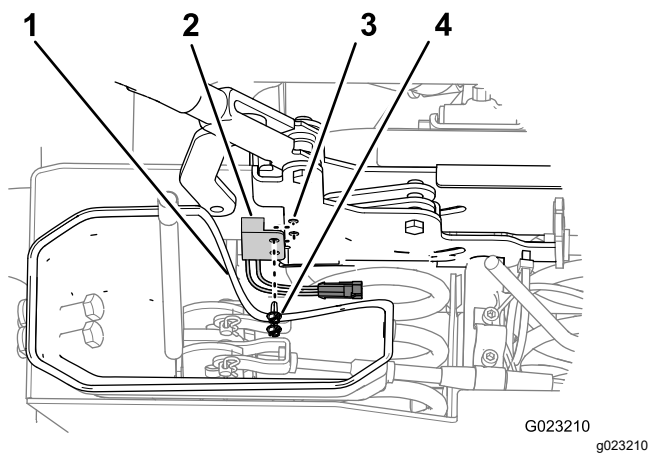

図 13
1. ギアセクタについている下部ほこり除けカバーが、駐車ブレーキ・アセンブリの左側で邪魔にならないように除ける 図 13。
2. 駐車ブレーキスイッチの穴を、駐車ブレーキの左側にある穴にあわせる図 13。
3. スイッチをブレーキに固定する六角ワッシャヘッドねじ2本を使用する図 13。